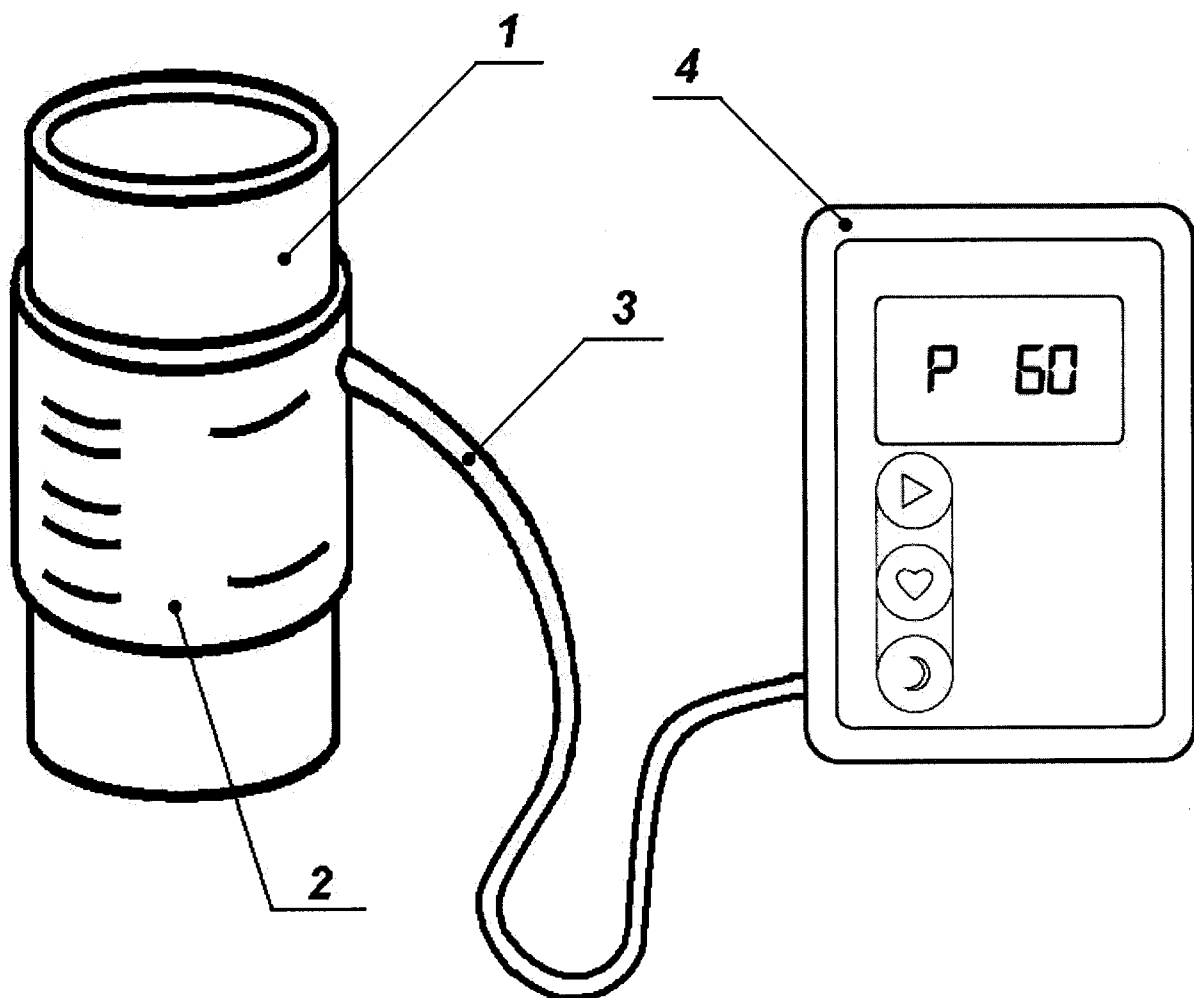

Рисунок 5 – Пневматическая схема для определения диапазона и погрешности измерений частоты пульса
6.4.2.1 Собирают пневматическую схему для поверки (рис. 5), которая состоит из: